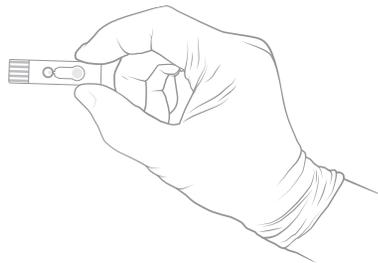

Figura 2
- Sosteniendo el sensor por los bordes laterales delanteros (Figura 2), inserte el sensor MiOXSYS boca arriba con los electrodos del sensor de frente al Analizador MiOXSYS. Alinee el extremo de inserción del conector con el conector del sensor del Analizador MiOXSYS. Asegúrese de que el sensor esté completamente insertado antes de continuar con el procedimiento de la prueba.